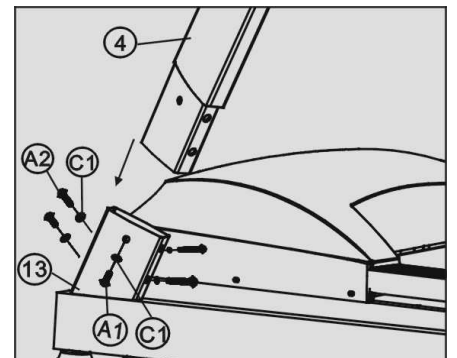

Figure 1
Die linke senkrechte Stange (4) in den Basisrahmen (13) einstecken und mit vier Bolzen M8x16 (A2), einem Bolzen M8x40 (A1) und fünf Unterlegscheiben  $\phi$ 8 (C1) befestigen. Vorläufig die Teile nicht fest anziehen (siehe Abbildung 1).
- Die rechte senkrechte Stange (5) in den Basisrahmen (13) einstecken und mit vier Bolzen M8x16 (A2), einem Bolzen M8x40 (A1) und fünf Unterlegscheiben  $\phi$ 8 (C1) befestigen. Vorläufig die Teile nicht fest anziehen (siehe Abbildung 1).